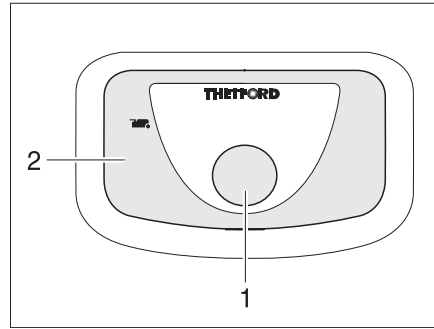

Fig. 297 Bouton pour la chasse d'eau/
- Pour actionner la chasse d'eau, appuyer sur le bouton bleu (Fig. 297,1).
Le voyant de contrôle (Fig. 297,2) s'allume lorsque la cassette Thetford doit être vidée.